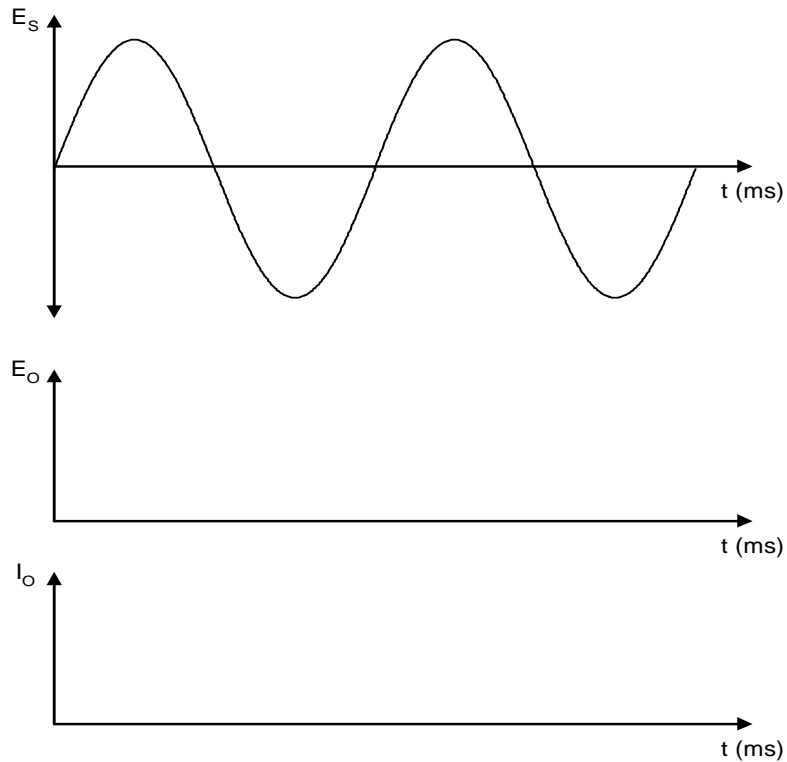

FIGURE 1-4
4. Tracez la forme d'onde de la tension de sortie et du courant à la Figure 1-4. Indiquez les valeurs réelles.